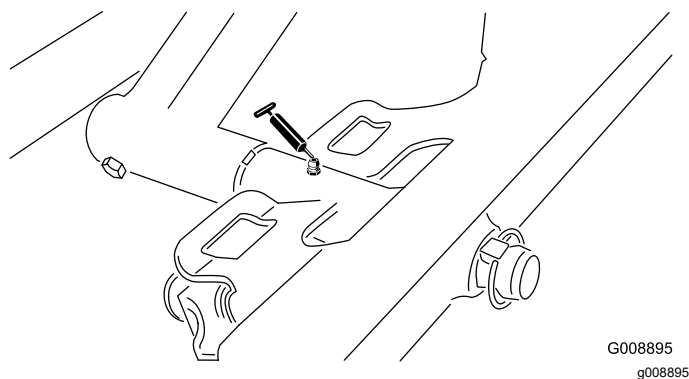

Рисунок 34
- Шарнир переднего режущего блока (Рисунок 34)